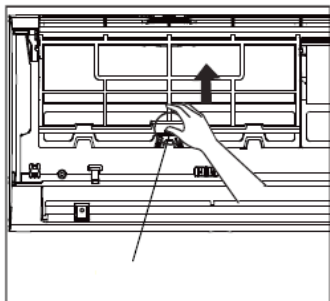
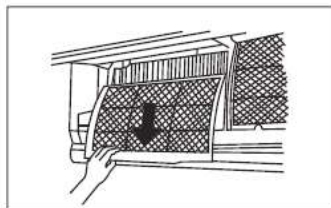

fig. 17 -
fig. 18 -
3. Wyjmij filtry, przesuwając środkowe zatrzaski w górę, aż zostaną one zwolnione z uchwytu i pociągnij je w dół ("fig. 17 -" e "fig. 18 -").